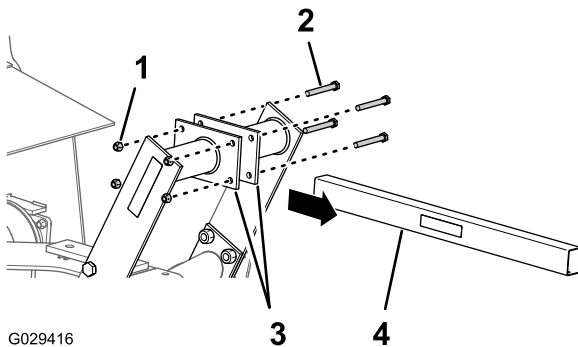

Figure 1
2. Retirez les 4 boulons (5/8 x 11 po) et les 4 contre-écrous (5/8 po) qui fixent la barre de retenue ou le racleur, et déposez l'un ou l'autre (Figure 1).